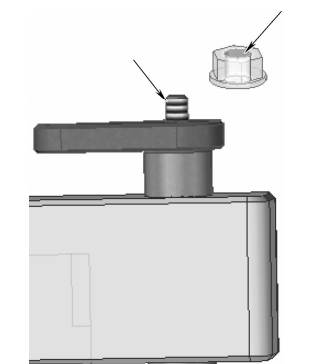
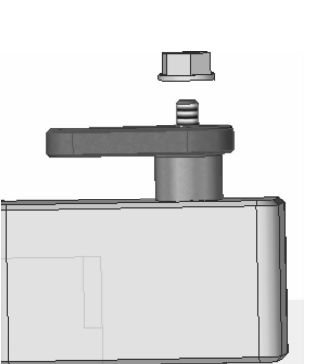

图 8-183 选取配合面
图 8-184 轴对齐装配
(2) 系统自动识别轴体零件的配合为  【轴对齐】，在上方的【装配】命令条中选择  【解除锁定旋转】按钮，单击如图 8-183 所示的位置进行【轴对齐】装配，装配后如图 8-184所示。